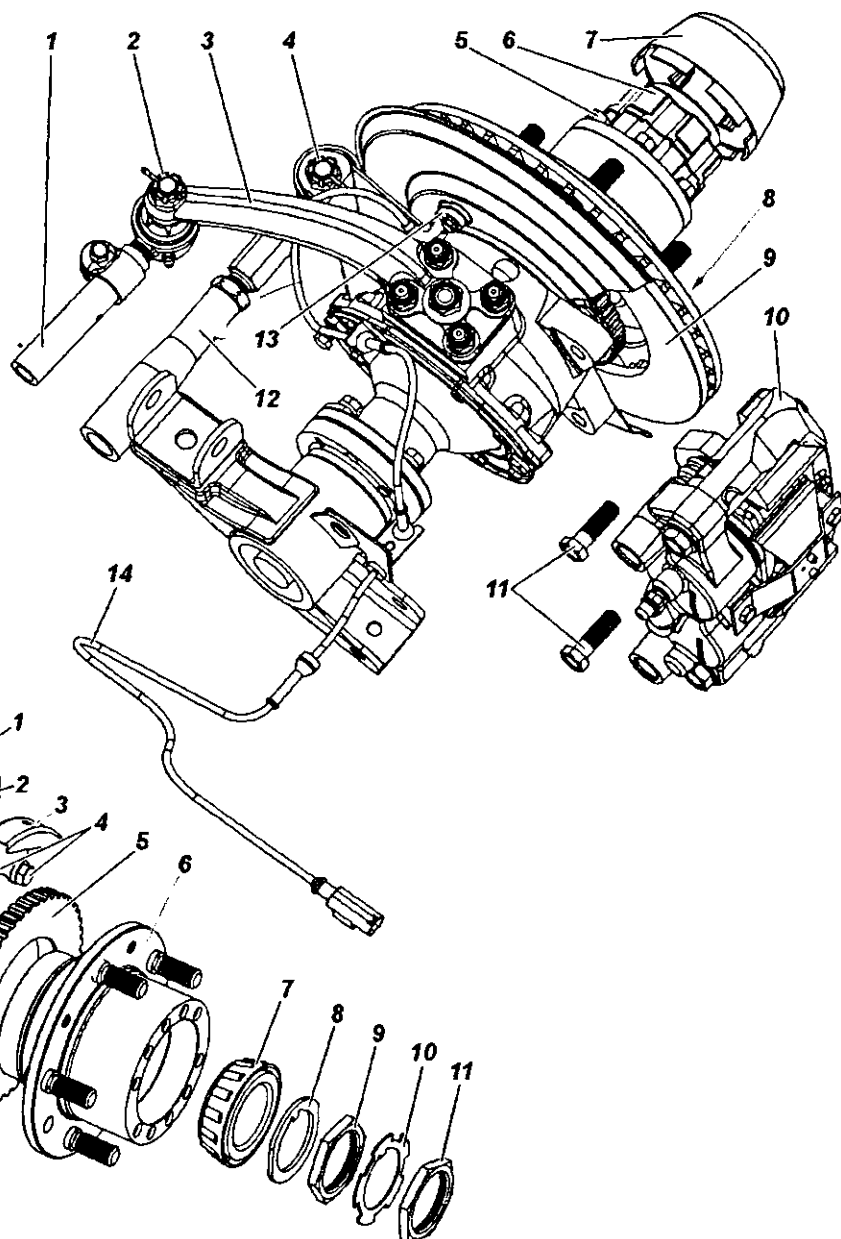

Рис. 9.18. Разборка поворотного кулака:
7. Выпрямите отогнутые края замочной шайбы 10 (рис. 9.18), отверните контргайку 11 и гайку 9, снимите стопорную шайбу 8 и внутреннее кольцо с роликами наружного подшипника 7 ступицы правого и левого колес
12. Отверните болты 18 (см. рис. 9.18) крепления шаровой опоры 19 к кожуху 20 полуоси. Снимите упоры-ограничители поворота колес и выпрессуйте шаровые опоры из кожухов полуосей.